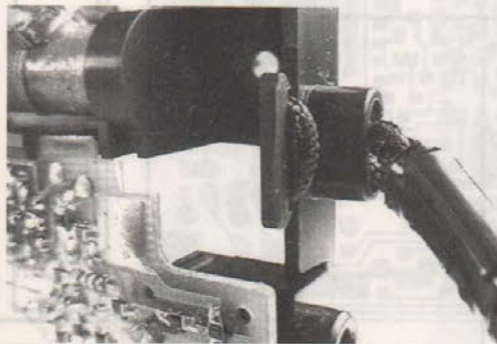

Fig.6
- Halteschleife aushängen (Fig. 6, 7).